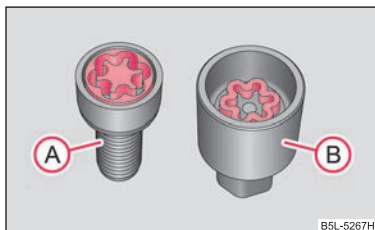

Fig. 180 Șurub de siguranță cu adaptor
- Introduceți adaptorul (B) cu partea dințată în interiorul dinților capului șurubului de siguranță (A) ⇒ fig. 180.
- Împingeți cheia de roată până la capăt, pe adaptor (B).